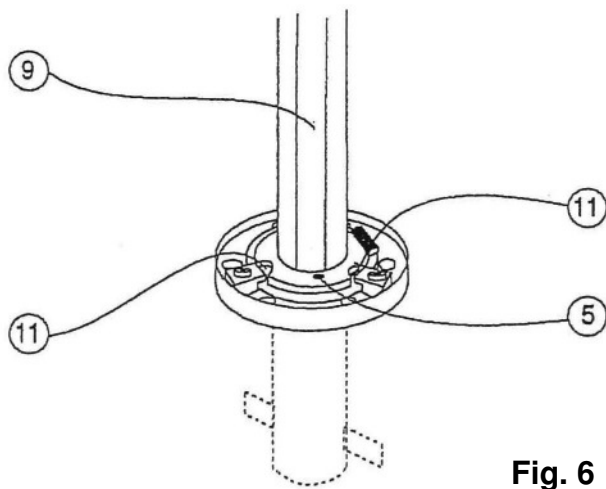

Fig. 6
- Mast (9) sorgfältig senkrecht aufrichten und noch festhalten (Fig. 6).
- Sicherungsschraube (5) einsetzen.
- Mit Nivellierschrauben (11) allenfalls Senkrechtstellung justieren.